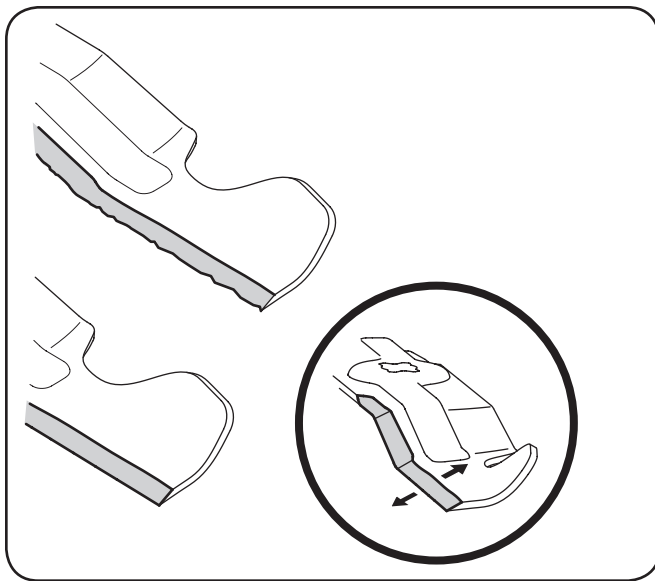

Figura 7-6
4. Para afilar las cuchillas de corte de forma adecuada, extraiga cantidades iguales de metal de ambos extremos de las cuchillas a lo largo de los bordes cortantes, de forma paralela al borde de caída, a un ángulo de 25° a 30°. Afile siempre cada borde de las cuchillas de corte de forma pareja para mantener un equilibrio adecuado entre las mismas. Vea la Figura 7-6.